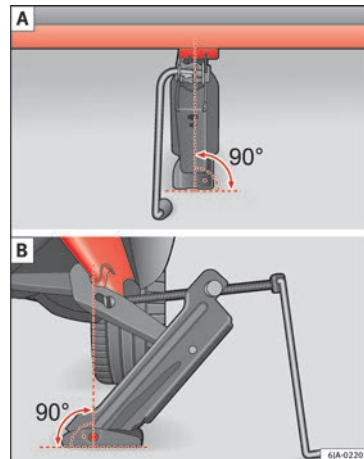

Fig. 64 Mise en place du cric.
» **fig. 64** - B sous l'indication correspondante.
- Assurez-vous que la base du cric repose totalement sur une surface plane et qu'elle se trouve en position verticale » **fig. 64** par rapport au point où le crochet entoure le point d'appui du bas de caisse.